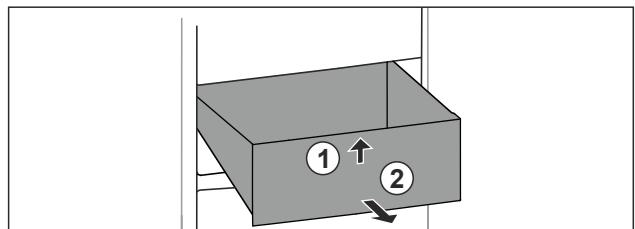

Fig. 71
- Підняти висувний ящик спереду. Fig. 71 (1)
- Вийняти висувний ящик рухом вперед. Fig. 71 (2)